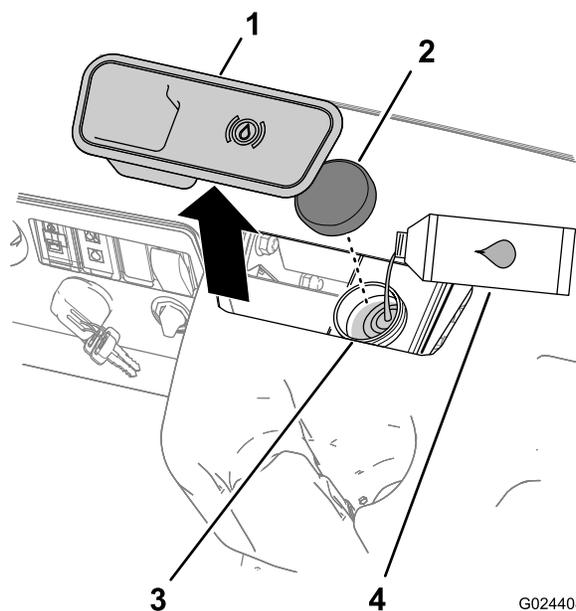

Figura 14
2. Retire a tampa de borracha do centro e da parte superior do painel para obter acesso ao cilindro e reservatório do travão principal (Figura 14).